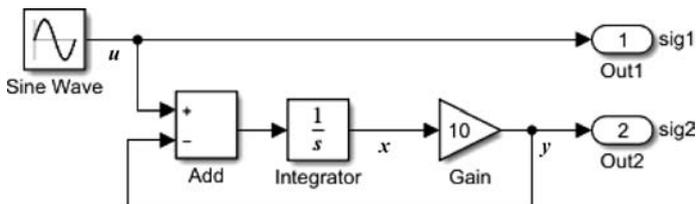

图 3-20 仿真数据的导出
**【例 3-2】 导出数据的格式。**搭建如图 3-20 所示的仿真模型,以观察导出仿真数据的各种记录格式。